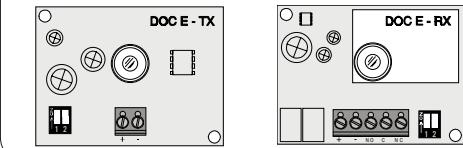

Fig. 2
- Selezionare l'alimentazione con i Dip 2 (Fig. 2).
- Select the desired voltage using Dip 2 (Fig. 2).
- Sélectionner l'alimentation avec le Dip 2 (Fig. 2).
- Die Stromversorgung an den Dip-Schaltern 2 auswählen (Abb. 2).
- Seleccionar la alimentación con el dip 2 (Fig. 2).
- Kies de voeding met dip 2 (Fig. 2).